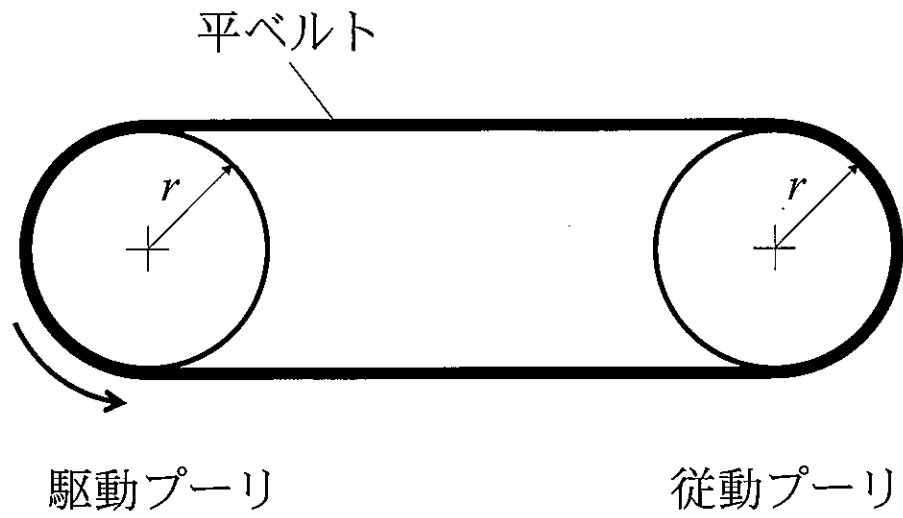

図 10-3
(3) 次に、図 10-3 に示したように、二つのプーリに平ベルトを巻き付け、プーリと平ベルトがすべりなく動力を伝達している装置を考える。この装置に、トルク計とロードセルを一つずつ取り付け、プーリと平ベルトの接触面における摩擦係数 μ_2 を推定する方法を答えよ。ロードセルで測定された荷重を L_c 、トルク計で測定されたトルクを τ とする。二つのプーリは半径 r の同一のものとし、ベルトの巻き付け角は 180° とする。また、ベルトの質量は無視する。